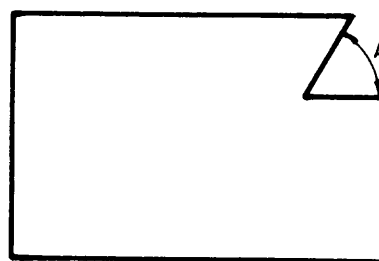

Fig. 6
- 2 Cuando el ángulo es agudo (fig. 6), la inclinación es igual a $90^\circ - \bar{A}$.